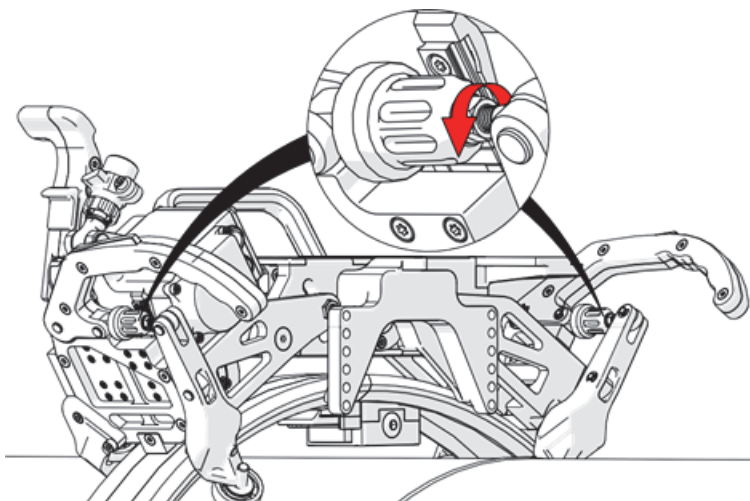

Figura 1-35 Aflojamiento de los bloques de los ajustadores de abrazadera
5. Afloje el bloqueo del ajustador de abrazadera en cada abrazadera de banda (ver Figura 1-35 en la página 52).